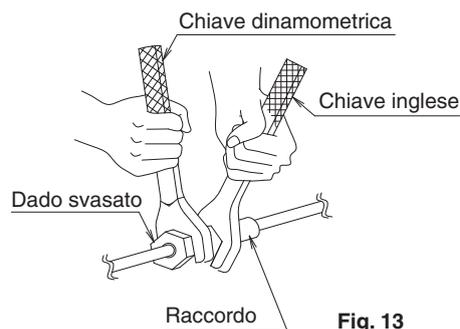

Fig. 13
- Quando si collegano le tubazioni al condizionatore d'aria, assicurarsi di usare una chiave inglese e una chiave torsiometrica come mostrato nella Fig.13. Per le dimensioni del componente svasato, fare riferimento alla Tabella 1.